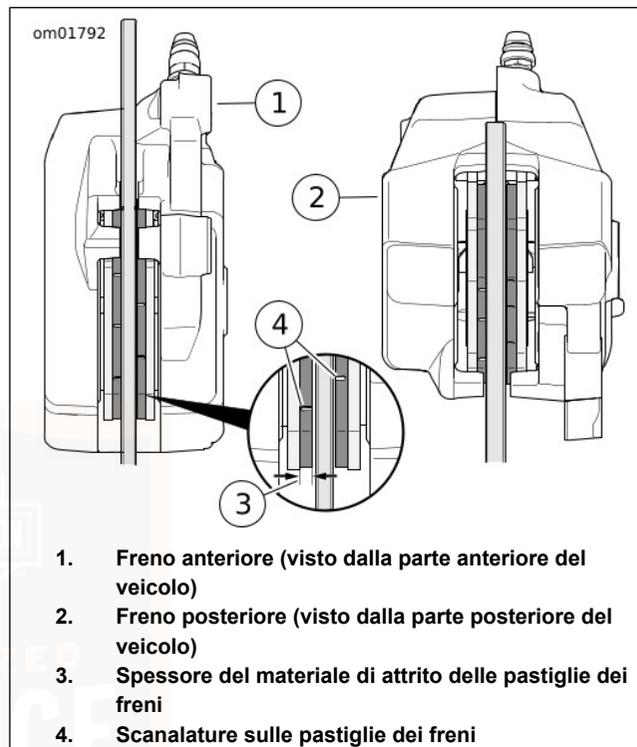

Figura 75. Materiale di attrito dei freni
1. Vedere Figura 75. Controllare il disco del freno mentre gira. Il disco deve essere centrato nella pinza del freno.